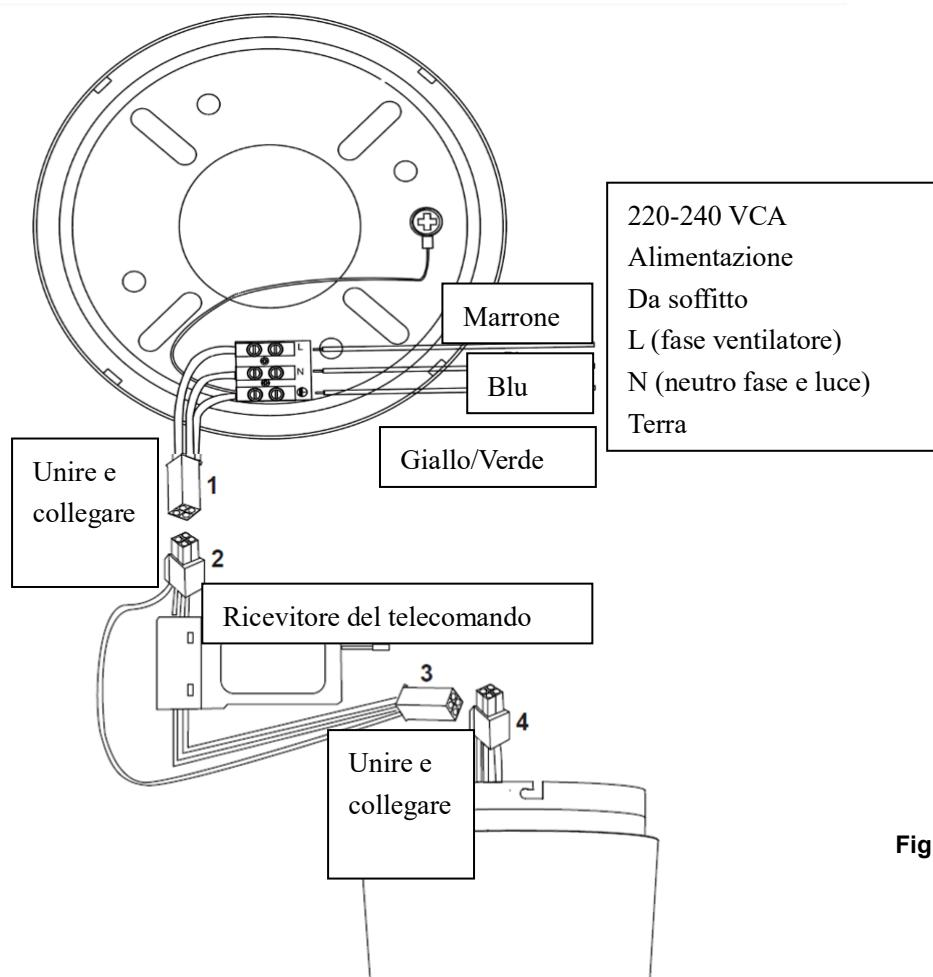

Fig. 5
SCHEMA DI CABLAGGIO PER I MODELLI CON TELECOMANDO (Fig. 5)
- Collegare i cavi di fase (L), neutro (N) e terra alla morsettiera della staffa di supporto come illustrato in Fig. 5.
- Unire il connettore rapido della staffa di supporto (1) a quello del ricevitore del telecomando (2), assicurandosi che siano collegati saldamente.
- Unire il connettore rapido del ricevitore del telecomando (3) a quello del ventilatore (4), assicurandosi che siano collegati saldamente.